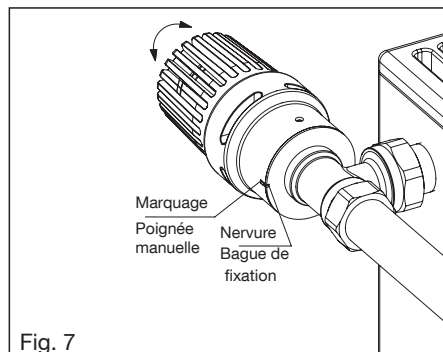

Fig. 7
3. Pousser le thermostat sur le robinet jusqu'en butée. En même temps, tourner le perçage latéral dans une position facile d'accès. Le marquage se trouve en face de la nervure (fig. 7).